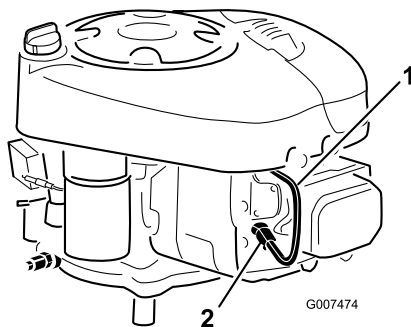

Figura 25
6. Raggiungete il punto sotto il corpo della macchina sopra la ruota posteriore sinistra e scollegate il cappello dalla candela (Figura 25).
3. Collegare il cappello alla candela (Figura 25).